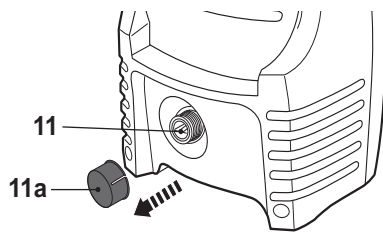

Fig. 11
- > Retire el tapón (11a) de la toma de agua (11) (Fig. 11).